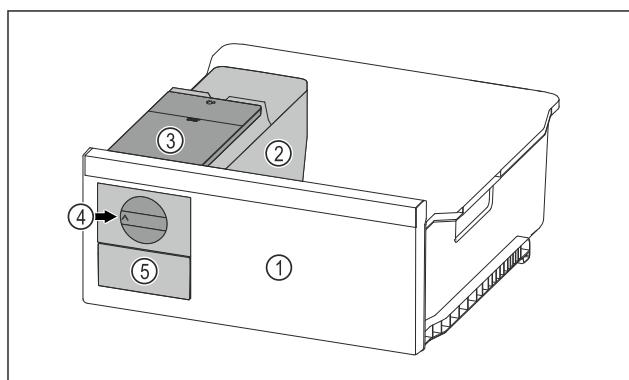

Fig. 99 Примерное изображение
- Поверните поворотную кнопку *Fig. 99 (4)* по часовой стрелке до упора.
- Кубики льда упадут из ванночки для кубиков льда в выдвижной ящик для кубиков льда *Fig. 99 (5)*.